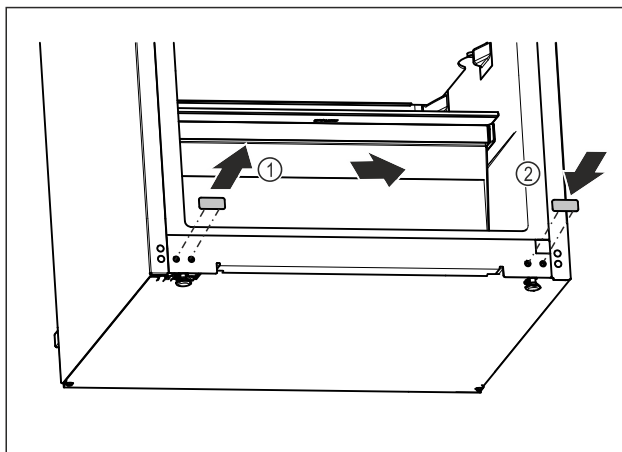

Fig. 20
- ▶ Dra ut täckplugg. Fig. 20 (1)
- ▶ Sätt in täckplugg på motsatta sidan. Fig. 20 (2)